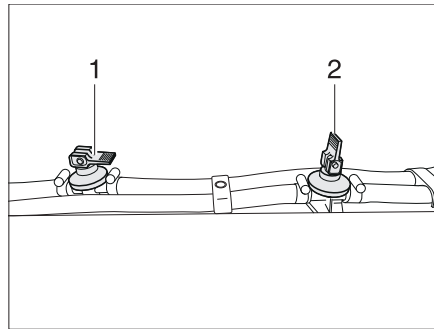

Fig. 343 Robinet de vidange
- Ouvrir tous les robinets de vidange. Pour cela, placer le levier à bascule (Fig. 343,2) en position verticale.